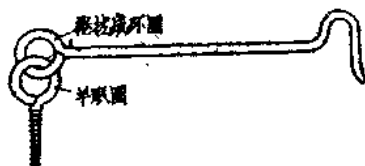

图 13
(2) 拷箍 把已落料好的两头弯曲形坯子，放在自动拷箍机上，再将已制成的羊眼圈套进在弯曲形坯料的尾部上，然后由拷箍机将坯料尾部卷箍成为环圆形(如图13)。